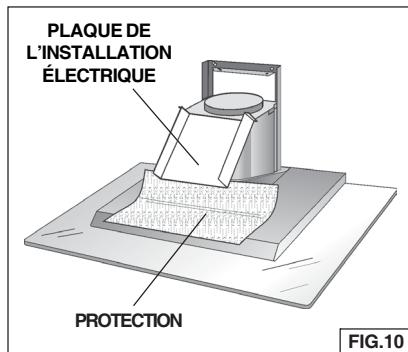

FIG.10
1. Retirer le ruban adhésif sur la plaque de l'installation électrique; placer la plaque sur la hotte (utiliser une protection). Fig.10.